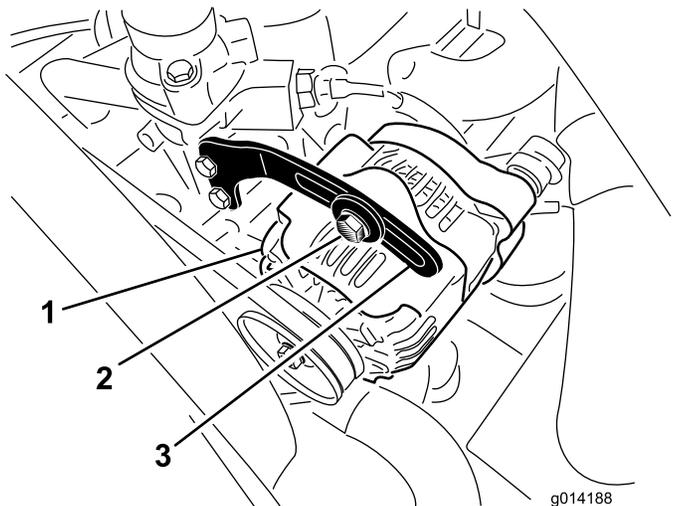

图37
2. 检查交流发电机皮带张紧力的方法使用 10kg 的力按压交流发电机和曲轴箱皮带轮之间的皮带图37中间位置。
3. 松开将支架固定到交流发电机图37的螺栓和交流发电机枢轴螺栓。